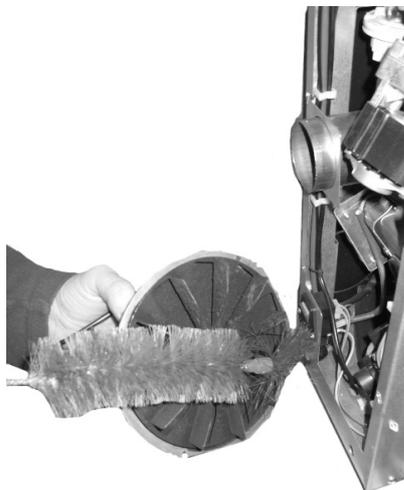
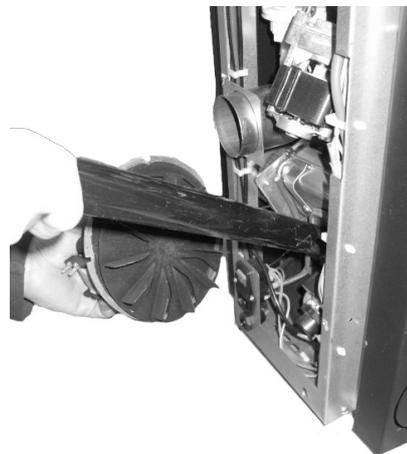

Fig. 105 - Nettoyage 1
Fig. 106 - Nettoyage 2
- Nettoyer avec une brosse et aspirer la suie à l'intérieur (voir **Fig. 105** et **Fig. 106**).